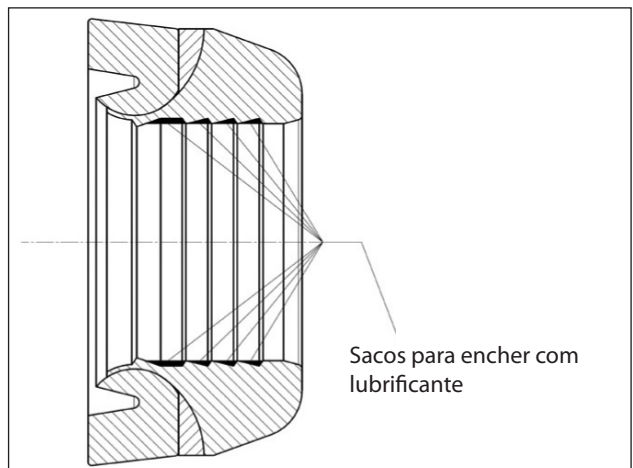
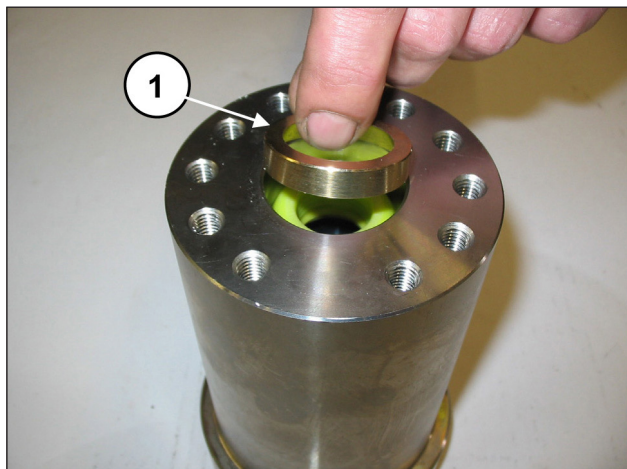
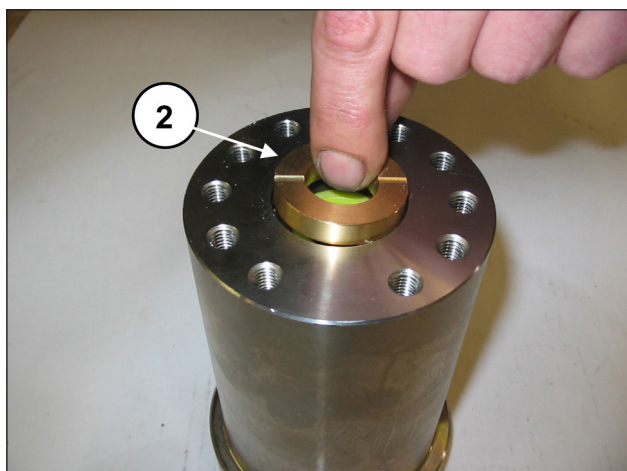
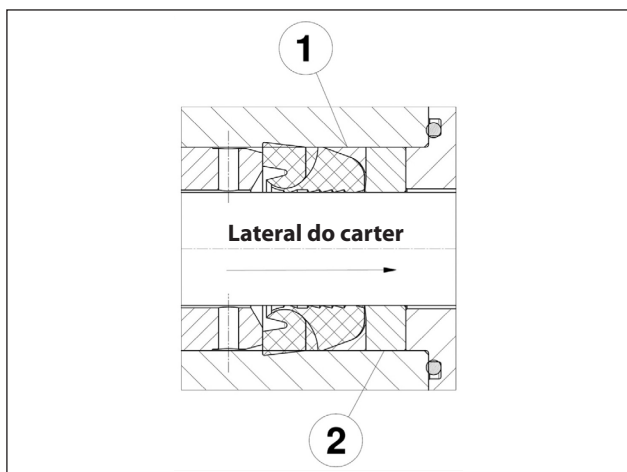

Fig. 121
Fig. 122
Fig. 123
Fig. 124
A vedação H.P. deve ser introduzida na camisa, conforme indicado na Fig. 121 e Fig. 122.
No diâmetro interno, o lubrificante deve ser aplicado prestando cuidado especial para o preenchimento de todas as bolsas entre as bordas de vedação, conforme indicado na Fig. 122.
Introduza o anel anti-extrusão e a bússola de vedação (pos. ① e ②, Fig. 122, Fig. 123 e Fig. 124).
A bússola das vedações ② deve ser introduzida na camisa com as duas descargas de frente para a parte exterior (lateral do carter), conforme indicado na Fig. 123.